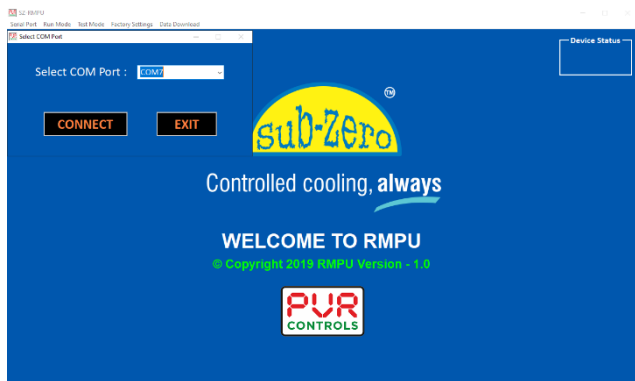

Figure 2
- Click the option “CONNECT” for ‘serial port’ from given in Menu Bar, figure 2 as shown above will appear. / मेनू बार में दिए गए ‘सीरियल पोर्ट’ के लिए “कनेक्ट” विकल्प पर क्लिक करें, जैसा कि ऊपर दिखाया गया है, चित्र 2 दिखाई देगा।